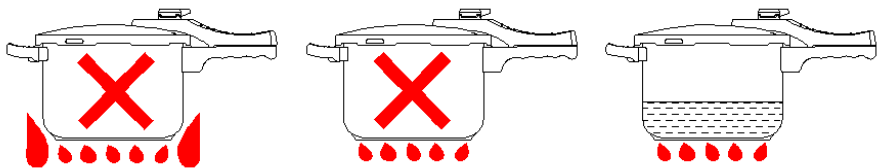

Abb.6
- Auf einem Gasherd darf die Flamme nicht über den Topfboden hinausragen (Abb. 6).
- Lassen Sie die Flüssigkeit niemals vollständig verdampfen („trocken kochen“), da dies zu Überhitzung führen kann (Abb. 6).